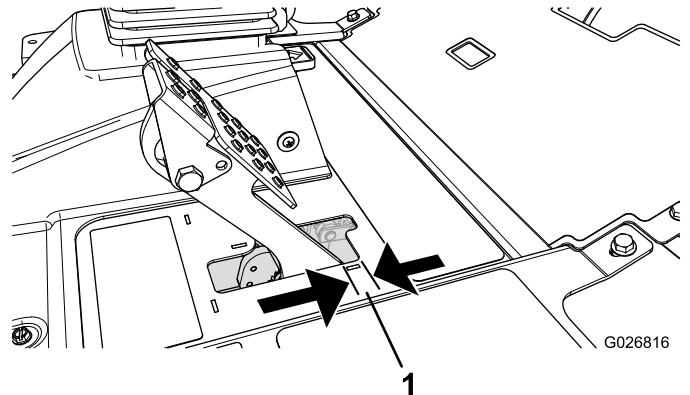

Bild 94
Stellen Sie die Bremsen ein, wenn das Bremspedal mehr als 2,5 cm Spiel hat, oder wenn die Bremsen nicht mehr gut genug greifen (Bild 94). Als Spiel gilt der Abstand, den das Bremspedal zurücklegt, bevor ein Bremswiderstand spürbar ist.
2. Ziehen Sie die hintere Mutter an, um den Zug nach hinten zu bewegen, bis das Bremspedal ein Spiel zwischen 0,63 mm bis 1,27 cm aufweist, bevor die Radsperre auftritt (Bild 94).